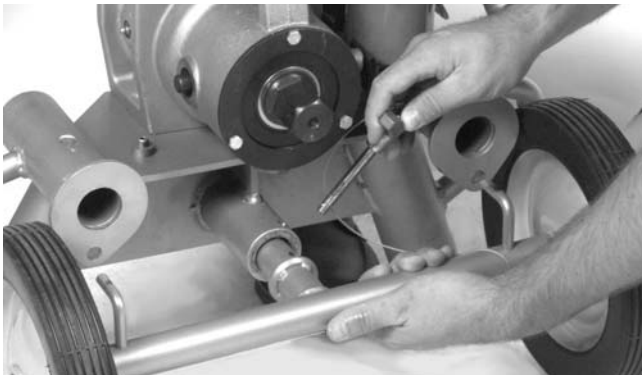

Figura 24 – Montaje de la Ranuradora al carro de transporte No. 32
1. Para acoplar el carro de transporte a la Ranuradora, introduzca el carro en la cavidad ubicada en la parte de abajo de la base (Figura 24). Asegure que las dos agarraderas de alineación en el carro también se hayan introducido en la base.